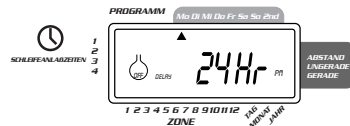

ABBILDUNG 15: Anzeige zeigt Regenunterbrechung
- Zum Abbruch des Regenunterbrechungsmodus, **LÖSCHEN** drücken. [Siehe Abbildung 15]